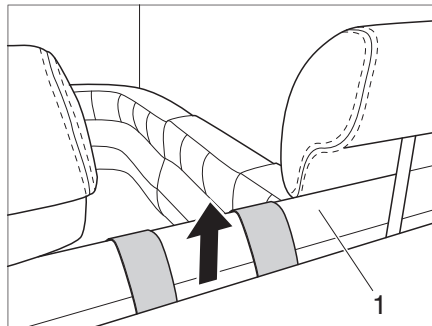
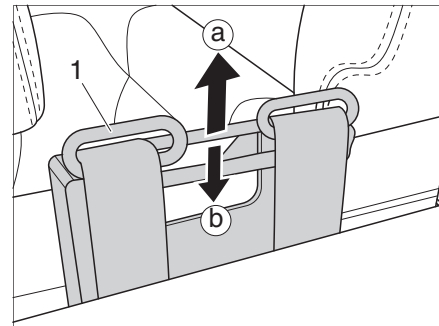

Bild 19 Gurtauszug versenkt
Bild 20 Gurtauszug ausgezogen
Der Alfa 7820 ist mit einem Gurtauszug ausgestattet, der vor dem Anlegen des Sicherheitsgurtes herausgezogen werden muss (Bild 19).
- Hinter die Sitzbank (Bild 19,1) fassen und den Gurtauszug (Bild 20,1) bis zum Anschlag nach oben ziehen (a).
- Gurtauszug (Bild 20,1) kurz nach oben ziehen (a) und danach nach unten drücken (b), bis er hinter der Sitzbank versenkt ist.